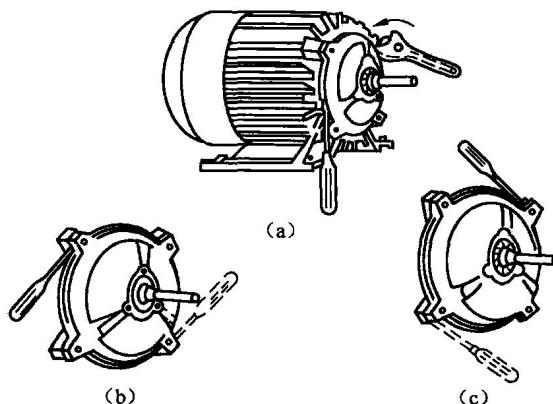

图 1.1.5 端盖的拆卸
- (1) 在端盖与机座体之间打好记号（前后端盖的记号应有区别），便于装配时复位。
- (2) 松开端盖上的紧固螺栓，用一个大小适宜的旋凿插入螺钉孔的根部，将端盖按对角线一先一后地向外反撬（也可用紫铜棒均匀敲打端盖上有脐的部位），把端盖取下，如图 1.1.5 所示。较大的电动机因端盖较重，应先把端盖用起重设备吊住，以免拆卸时端盖跌碎或碰伤绕组。